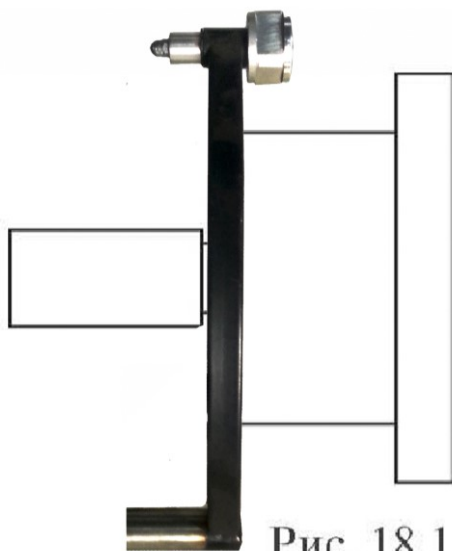
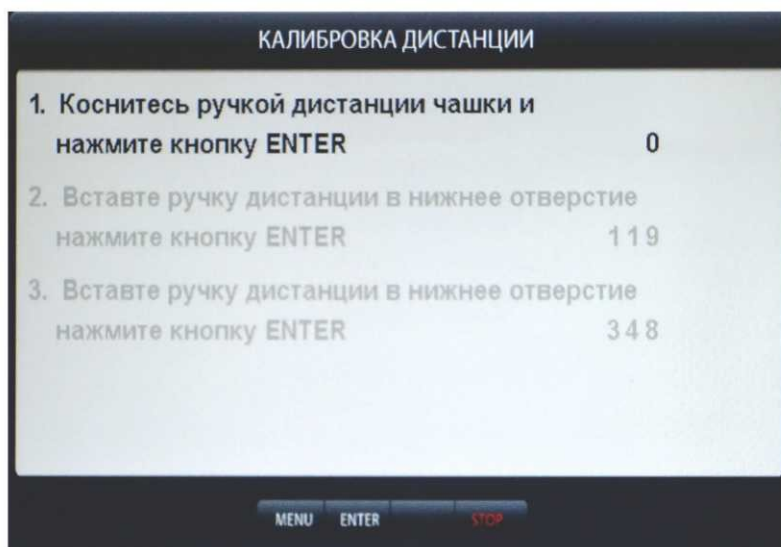

Рис. 18.1
рис.18.3
18.1.1. Калибровка тракта измерения дистанции. Для оценки погрешности устройства ввода дистанции выдвиньте штангу ввода параметров и уприте внешнюю боковую сторону её рукоятки в задний торец фланца вала, как показано на рис. 18.1. При этом на экране ввода геометрических параметров (см. рис.10.2) появится величина дистанции. Если величина дистанции не равна 135 ± 5 мм, то устройство ввода дистанции требует калибровки.
КАЛИБРОВКА ДИСТАНЦИИ рис.18.3. Выдвиньте штангу ввода параметров, уприте внешнюю боковую сторону её рукоятки в задний торец фланца вала, как показано на рис. 18.1 и нажмите кнопку «ENTER». В окне КАЛИБРОВКА ДИСТАНЦИИ выделится второй пункт: «2. Вставьте ручку дистанции в нижнее отверстие, нажмите кнопку «ENTER»